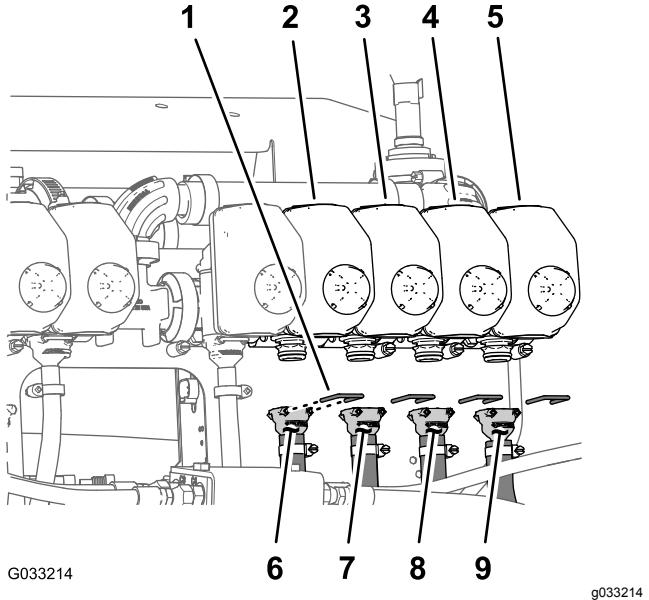

図 74
注 ノズルバルブの位置については 図 72 各ホースをノズルバルブ~4 番に取り付ける。\(ページ 33\)、図 73 ホースをノズルバルブ5および6 番に取り付ける。\(ページ 33\)、および図 74 各ホースをノズルバルブ7-10 番に取り付ける。\(ページ 34\) を参照してください。
- 給液ホース188cmのバーブ付きストレートフィッティングを、ノズルバルブ7番のカップラに組み付ける図74。
- リテーナを使って、バーブ付きフィッティングをバルブに固定する図74。
- 給液ホース188cmのバーブ付きストレートフィッティングを、ノズルバルブ8番のカップラに組み付ける図74。
- 給液ホース234cmのバーブ付きストレートフィッティングを、ノズルバルブ9番のカップラに組み付ける図74。
- 給液ホース279cmのバーブ付きストレートフィッティングを、ノズルバルブ10番のカップラに組み付ける図74。